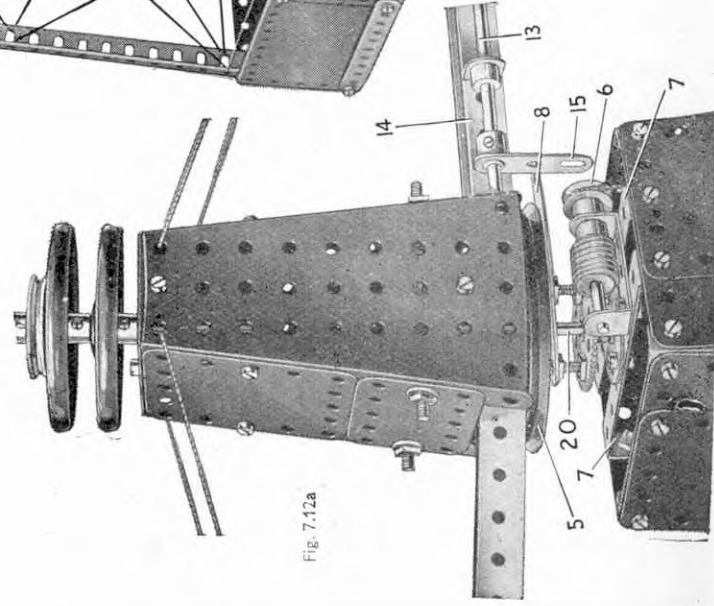

Fig. 7.12a
Le moteur EO20 transmet le mouvement par l'intermédiaire d'une ficelle qui passe sur une poulie de 12 mm, 6 (Fig. 7.12a). Cette poulie est fixée sur une tringle de 5 cm, munie d'une vis sans fin, et qui passe dans une bande coudée de 38 x 12, boulonnée aux bandes coudées de 90 x 12 (7).